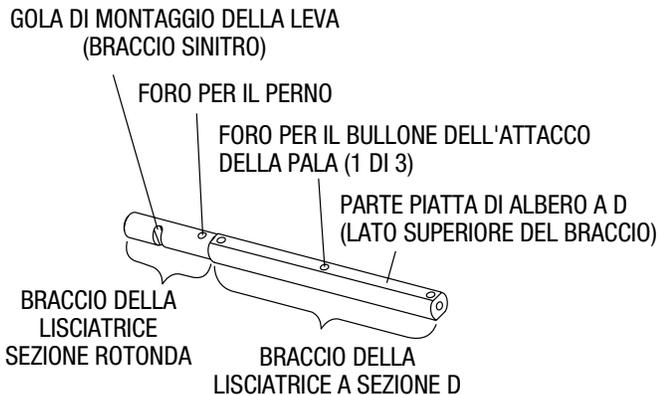

Figura 42. Braccio della lisciatrice
3. Fissare i tiranti delle pale al lato esterno dei morsetti a Z con le manopole dei tiranti come illustrato alla figura 42.